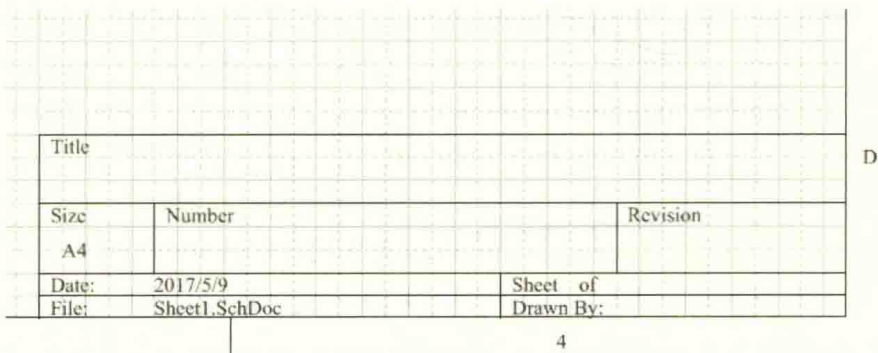

图 4-8 标题栏的绘制
- (1) 执行菜单命令“File-New-Schematic”，新建一个原理图页，命名为“Demo.SchDot”，保存到自己的文件目录下。
- (2) 按照自己的需求并根据 4.2.1 节和 4.2.2 节中介绍的原理图页参数的设置和网格的设置设置好各项参数保存。
- (3) 在原理图页的右下角，可以利用菜单命令“Place-Line”和“Place-Text”，绘制一个个性化的标题栏，包含自己设计所需要的信息，如图 4-8 所示。在不会绘制的情况下，可以根据系统的模板来进行修改保存即可。